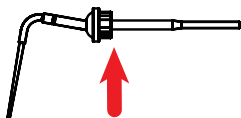
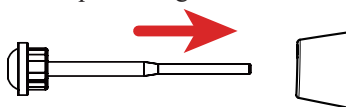

Figure 6 Pointe travaillante
Figure 7 Installation de la pointe travaillante
3. Sélectionner la pointe travaillante voulue et la fiche hexagonale de la pointe travaillante (comme illustré par la flèche rouge à la figure 6). Lors de l'installation de la pointe travaillante, indiquée à la figure 7, il est possible, pour insérer la pointe travaillante dans le fouloir chauffant, de sélectionner la direction appropriée selon l'utilisation.